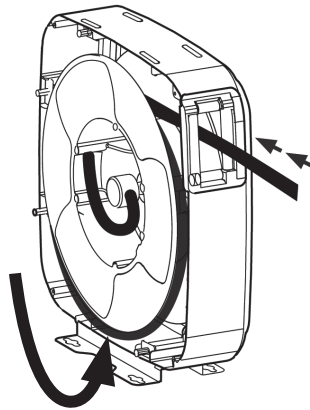

Fig.12
2. Unwind one turn and pull the hose (fig. 12).
2. Quite una vuelta de manguera del interior del disco del enrollador (fig. 12).
2. Détendez un tour de flexible et retirez-le du tambour (fig. 12).